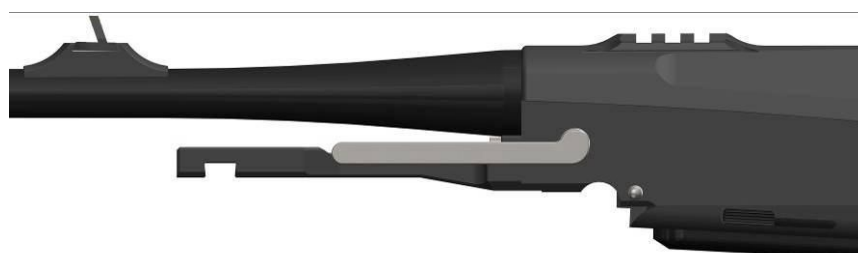

Рисунок 9
(7) Зажим ствола закрыть (рис. 9)
РУКОЯТКА ЗАЖИМА ДОЛЖНА НАХОДИТЬСЯ ГОРИЗОНТАЛЬНО К ОСИ КАНАЛА СТВОЛА (РИС. 9).
- (8) Зажим ствола закрыть (рис. 9)
РУКОЯТКА ЗАЖИМА ДОЛЖНА БЫТЬ ГОРИЗОНТАЛЬНО ОСИ КАНАЛА СТВОЛА (РИС. 9).